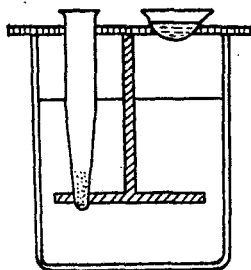

图 7 水浴锅
7. 水浴锅 如图 7，是特制的小水浴锅，容积约为 100 毫升，供离心管加热用。一般为铝制品，亦可用 200 毫升烧杯代替。